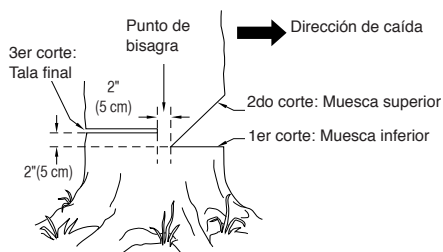

Figura 10 - Tala de un árbol
- Haga el corte inferior de la muesca tan cerca del suelo como sea posible. Sujete la sierra de modo que la barra de guía se encuentre en posición horizontal. Corte a través del tronco del árbol hasta atravesar 1/3 de su diámetro (vea la Figura 10). **Nota:** Haga siempre este corte inferior horizontal en primer lugar. Si la hace en segundo lugar, el árbol puede presionar la cadena o la barra de guía.
Por ejemplo: Si el corte inferior tiene una profundidad de 20 cm, comience el corte superior 20 cm por encima de aquél. Corte en dirección hacia abajo y a un ángulo de 45°. El corte superior de la muesca debe llegar y unirse al punto final del corte inferior (vea la Figura 10).
- Haga el corte de tala final 5 cm por encima del corte inferior de la muesca y sobre el lado opuesto del árbol (vea la Figura 10). Mantenga el corte de tala final paralelo al corte inferior de la muesca.
ADVERTENCIA: No atraviese el árbol completamente. Deje alrededor de cinco centímetros de diámetro sin cortar, directamente detrás de la muesca (vea la Figura 10). Esta porción sin cortar funciona a manera de bisagra. La bisagra ayuda a evitar que el árbol se tuerza y caiga en la dirección equivocada.